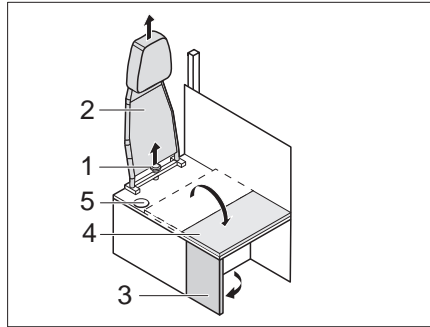

Bild 157 Umbau Fahrbetrieb - Wohnbetrieb
- Sternschraube (Bild 157,1) abschrauben und Rückenlehne (Bild 157,2) nach oben abnehmen.
- Seitenwand (Bild 157,3) ausklappen.
- Sitzbankverlängerung (Bild 157,4) auf die Seitenwand klappen.
- ▷ Beim Umbau vom Wohnbetrieb zum Fahrbetrieb in umgekehrter Reihenfolge verfahren. Darauf achten, dass der Sicherheitsgurt durch die Öffnung (Bild 157,5) geführt wird.